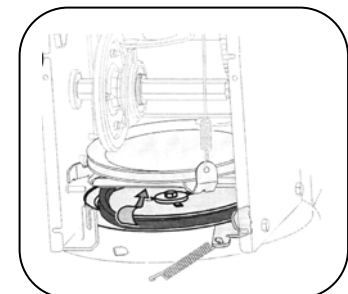

Рис.15
5. Снимите ремень со шкива шнека и наденьте ремень между опорным кронштейном и шкивом шнека. Установите новый ремень шнека, следуя инструкциям в обратном порядке. См. рис. 15.